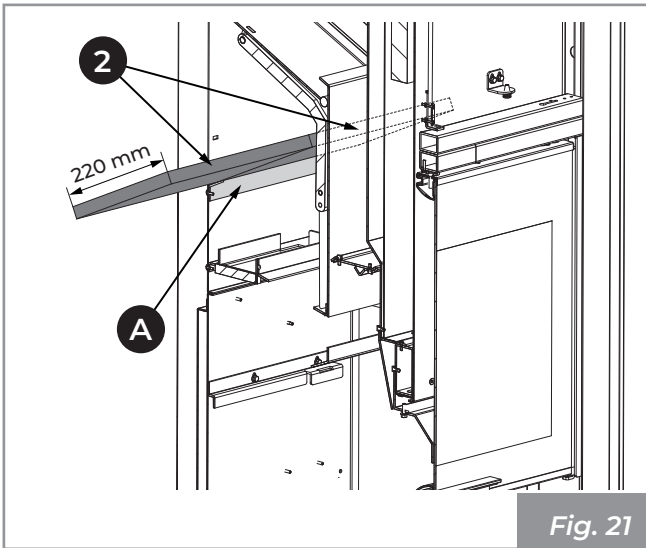

Fig. 21
- 4) Placer les panneaux (2) en l'appuyant sur le support prévu à cet effet (A) (Fig. 21).